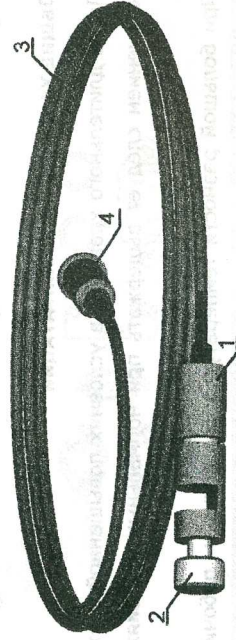

Рисунок 7. Датчик частоты вращения коленчатого вала
8.2.4 Подключить датчик частоты вращения коленчатого вала (рис. 7) к разъему оптического блока.
Установить датчик частоты вращения коленчатого вала на топливной трубке 1-го цилиндра, зажав датчик винтом 2 (рис. 7).